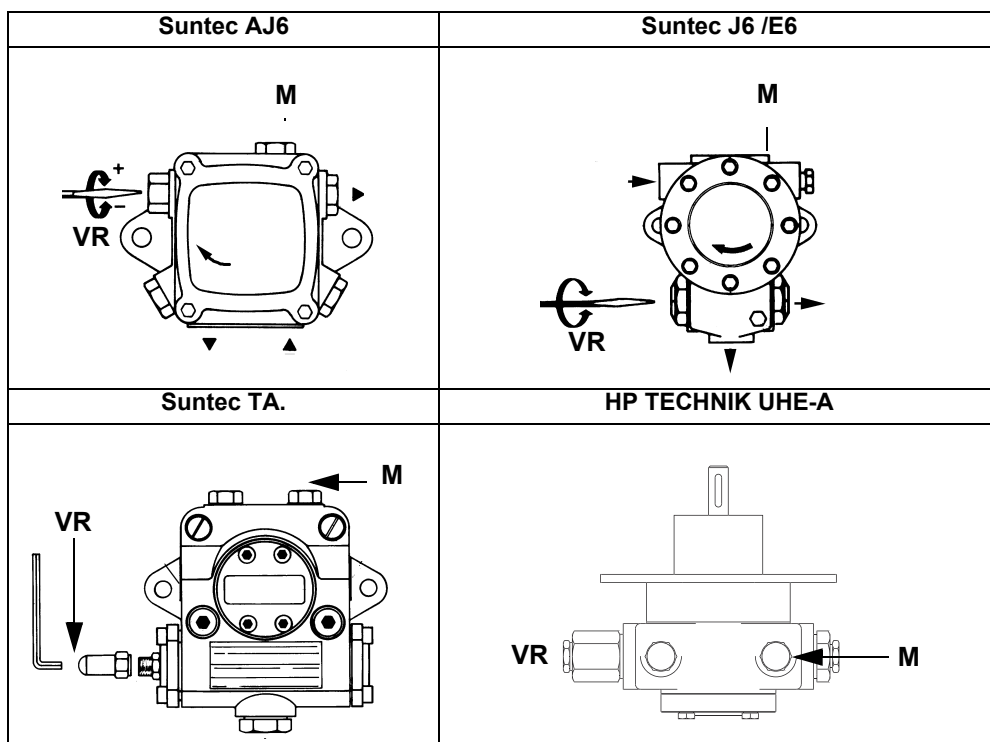
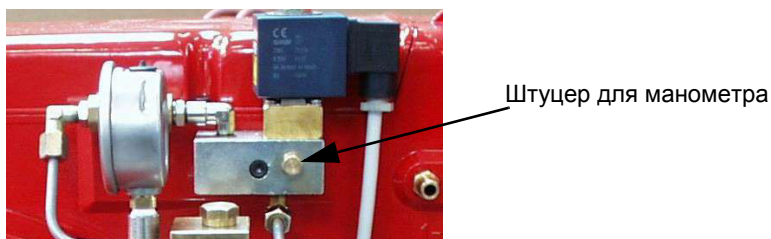

Рис. 11
Рис. 12 - Распределительный блок дизтоплива (PG60)
- 2 выпустить воздух со штуцера (M) манометра насоса (Рис. 11), раславив слегка заглушку, но не снимая ее; затем отпустить контактор;
- 4 Fig. 12Fig. 13 Давление питания форсунки уже отрегулировано заранее на заводе-изготовителе и не должно изменяться. Только в случае необходимости, отрегулировать давление питания (см. соответствующий параграф) следующим образом: установить манометр в положение, указанное на Рис. 12, воздействовать на регулировочный винт **VR** насоса (см. Рис. 11) до получения на форсунке давления в 20 бар (форсунки Vergonzo - см. график на Рис. 10);